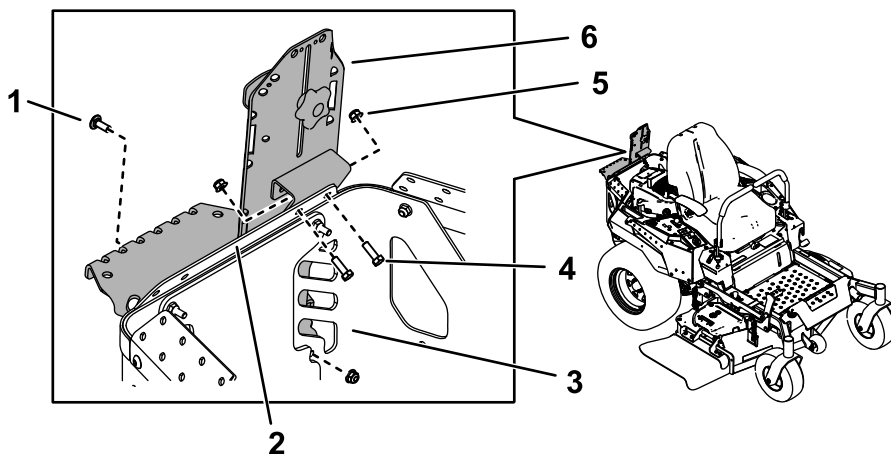
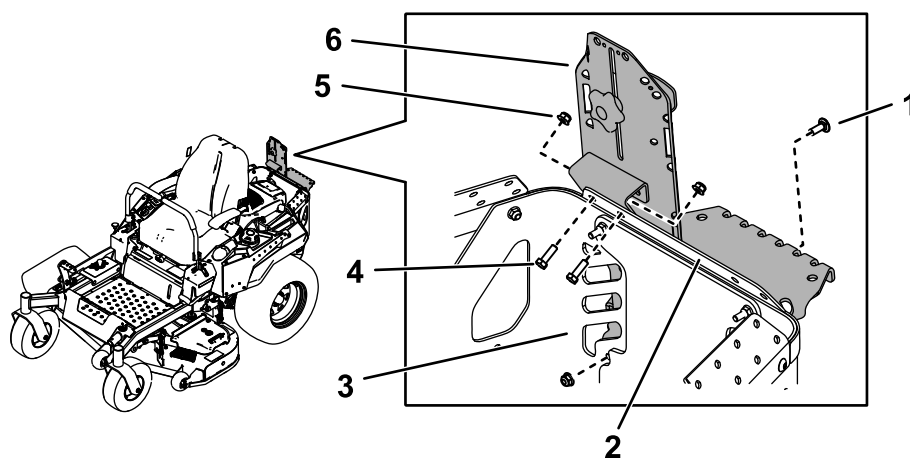

Рисунок 15
Рисунок 16
1. Закріпіть вузол кріплення на задньому верхньому кожусі, використовуючи 2 гвинта (5/16 x 1 дюйм) і 2 гайки (5/16 дюйма), як показано на рисунку Рисунок 15 або Рисунок 16.
3. Закріпіть нижню частину головного кронштейна на задньому кожусі двигуна, використовуючи 1 каретний гвинт (5/16 x 7/8 дюйма) та 1 гайку (5/16 дюйма), як показано на рисунку Рисунок 15 або Рисунок 16.